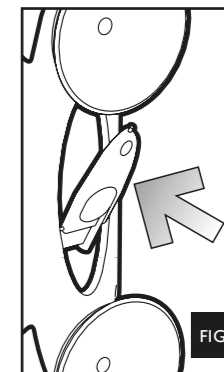

FIG. 5
- Enlever l'outillage spécial qui se trouve sur le support des ventouses (fig. 5) ou utiliser une tourne-vis.
- c. haal het hulpmiddel uit de houder (afb. 5) of neem een schroevendraaier
- c. Quite la herramienta especial que se encuentra sobre el soporte de las ventosas (fig. 5) o utilice un destornillador.